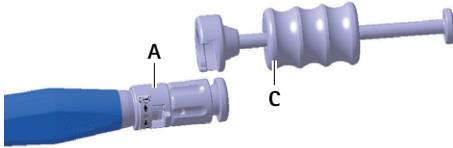

Abb. 5 Schlaghammer an Einsetzinstrument montieren
- ▶ Schlaghammer C auf Einsetzinstrument A montieren, siehe Abb. 5.
- ▶ Schlaghammer **B** auf Einsetzinstrument **A** montieren, siehe Abb. 5.